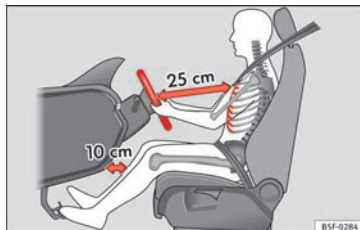

Abb. 83 Der richtige Abstand des Fahrers zum Lenkrad.
- Stellen Sie das Lenkrad so ein, dass der Abstand zwischen Lenkrad und Brustkorb mindestens 25 cm beträgt » **Abb. 83.**
- Stellen Sie den Fahrersitz so ein, dass zwischen Ihrem Brustkorb und der Lenkradmitte ein Abstand von mindestens 25 cm vorhanden ist »» Abb. 83. Beträgt der Abstand weniger als 25 cm, kann Sie das Airbag-System nicht richtig schützen.